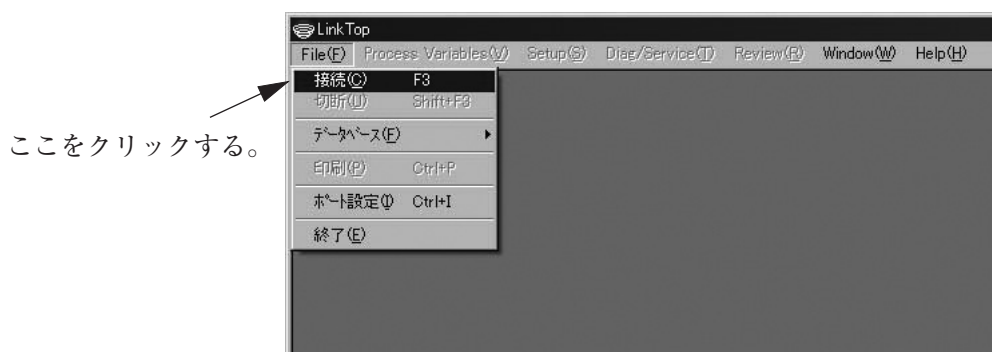

図7
- ⑤ 図7のような画面が開いたら、画面上部メニューの、「File(F)」中の「接続(C) F3」をクリックします。